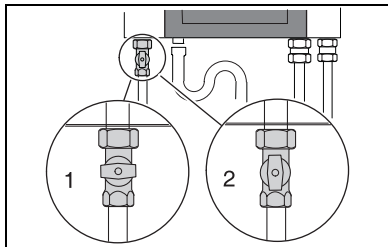

fig. 8 Gaskraan
- Open de gaskraan langzaam, door deze een $\frac{1}{4}$ omwenteling linksom te draaien (fig. 8, pos. 2). In de positie "open" staat de gaskraan verticaal.